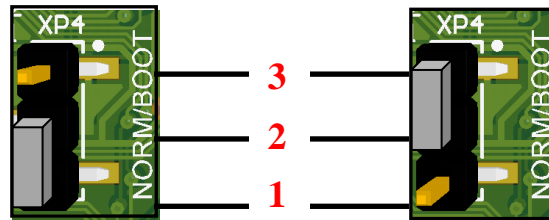

Рисунок 43. Разъем **XP4**: а) джампер в положении **NORM** (замкнуты контакты **1** и **2**); б) джампер разъема в положении **BOOT** (замкнуты контакты **2** и **3**)
3. **В течение 30 секунд установить джампер разъема XP4 в положение BOOT** (смотрите рисунок 43). В противном случае ККТ выключится.
- 2.2. В течение **30 секунд установить джампер разъема XP4 в положение BOOT** (смотрите рисунок 43), в противном случае ККТ выключится.